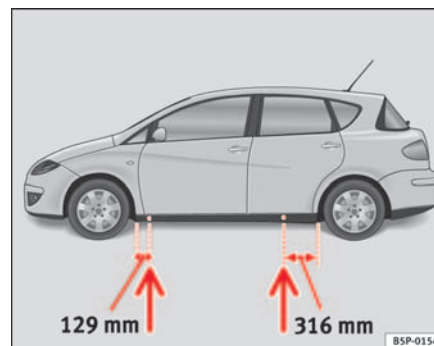

Abb. 174 Aufnahme-
- Suchen Sie den Aufnahmepunkt am Unterholm, der dem zu wechselnden Rad am nächsten liegt ⇒ Seite 247, Abb. 174.
Am Unterholm kennzeichnen jeweils vorn und hinten Eindrückungen die Stellen, an denen der Wagenheber angesetzt werden darf ⇒ Seite 247, Abb. 174. An jedem Rad ist eine Stelle für den Wagenheber vorgesehen. An anderen Stellen darf der Wagenheber nicht angesetzt werden.